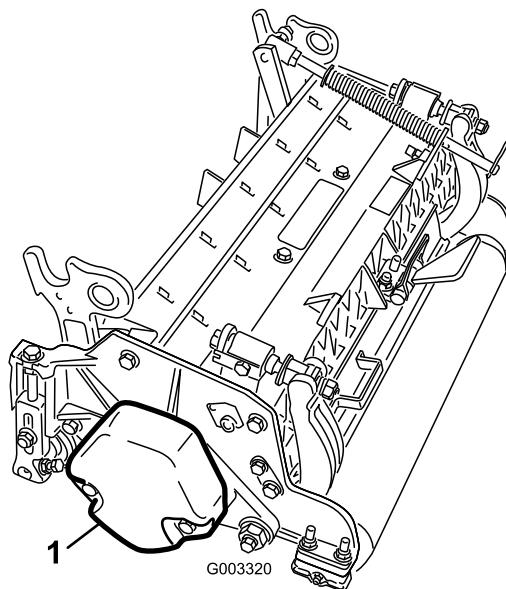

Рисунок 4
4. Убедитесь в том, что противовес (Рисунок 4) установлен с соответствующим концом режущего блока, как описано в *Руководстве по эксплуатации* режущего блока.